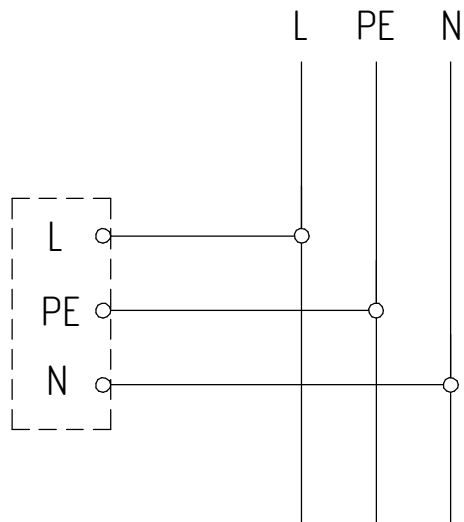

Рисунок 8 - Схема подключения светильника к сети
4) Отогните язычок с клеммной колодкой. Подключите сетевой кабель к клеммной колодке (см. рисунок 8), предварительно протянув его через заглушку, как показано на рисунке 7.